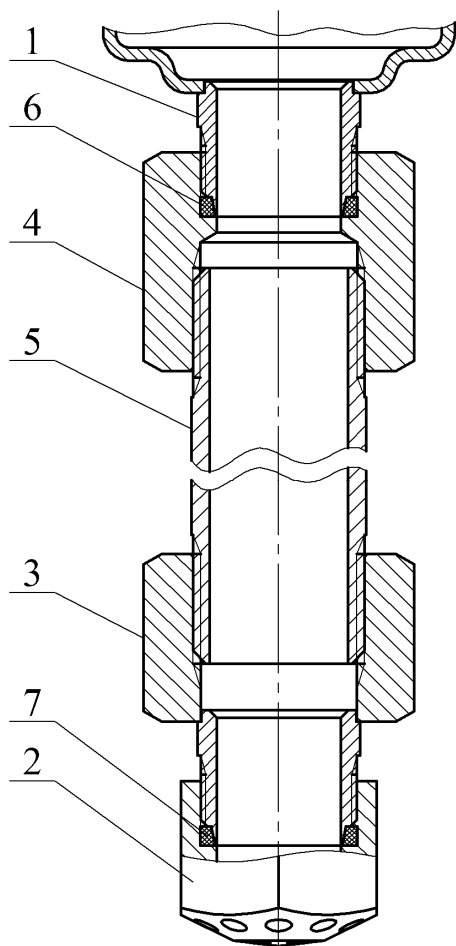

Рисунок 3
4.1.3 Для вывода насадка-распылителя в свободную зону через подвесной потолок типа Грильято, Армстронг и т.п. или его перемещения в рабочую зону эффективного пожаротушения при монтаже МУПТВ на потолочном перекрытии высотой более 9 м модуль может быть дополнительно укомплектован удлинителем, соединяющим выпускную горловину МУПТВ 1 с насадком-распылителем 2 (см. рисунок 3).